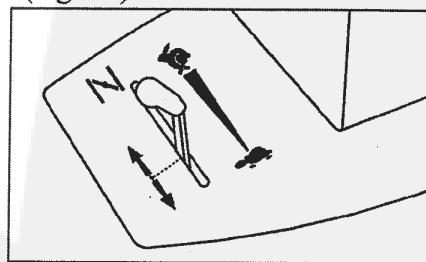
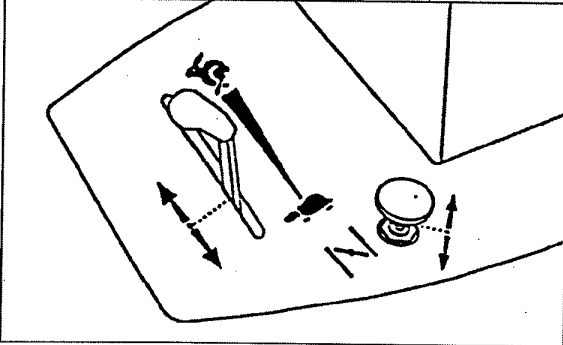

Fig. 17a
Fig. 17b
4. 15,5cv et 16cv: Placer le levier du starter sur la position "Choke" (Fig. 17a).
- 18cv: Placer le levier des gaz sur le symbole tortue. Placer le starter en position haute (Fig. 17b).
7. 15,5cv et 16cv: Après le démarrage du moteur, ajuster la vitesse du moteur à l'aide du levier du starter (Fig.17a).
18cv: Lorsque le moteur a démarré, repousser le starter en position lente, et mettre la manette des gaz sur la position désirée (Fig. 17b)
Avec la pédale de frein appuyée à fond, le frein est actionné. Placer ensuite le levier des gaz sur la position "tortue" (Fig. 17a; Fig. 17b).